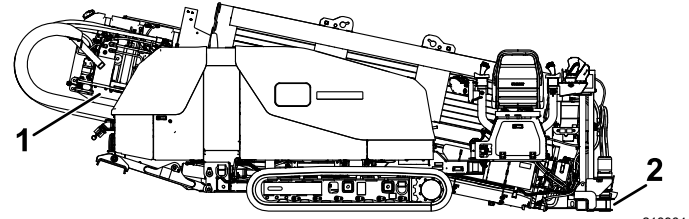

Figura 60
2. Ponga el interruptor de PERFORACIÓN/CONFIGURACIÓN en la posición de CONFIGURACIÓN, y baje el bastidor de empuje, inclinando el bastidor de perforación hasta que la placa toque el suelo (Figura 60).